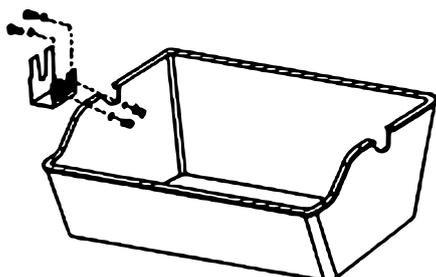

Abbildung 1
1. Montieren Sie die Motorhalterung seitlich des Feuerraums des Grills (**Abb. 1**).